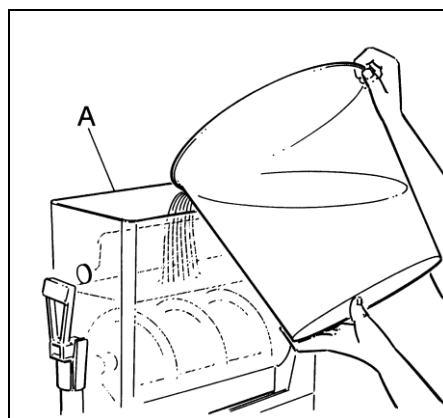

Fig. 19
- Versare il prodotto ottenuto nella vasca rispettando la capienza massima di 12 litri (vedi fig.19).